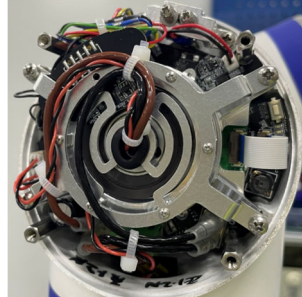

图 3-20 接线和扎线
- 用尼龙扎带在护线环外的热缩管上扎好,防止线缆被拉动或脱出,连接线缆接头棕色对应正极,黑色对应 GND,并将 485 线插在指定位置,将多余长度的线绕在束线架上用扎带固定,使接头不会松动脱出,如图 3-20 所示: